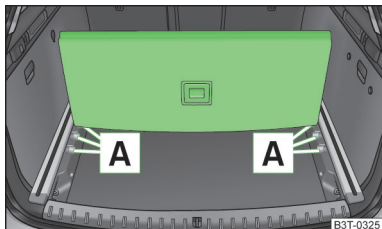

Fig. 114
- Insérez la partie arrière dans une des ouvertures [A] » fig. 114.